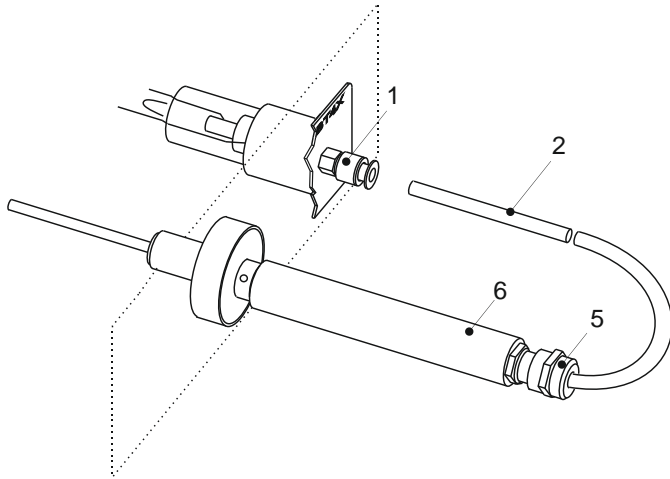
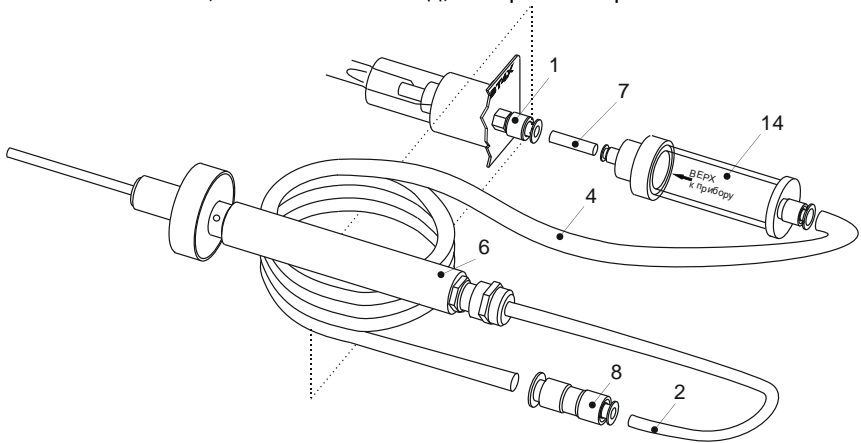

Рис. 1. Схема соединения элементов пробоотборника с газоанализатором
Рис. 2. Схема соединения удлинителя и устройства защиты детектора с газоанализатором
1.1. Отсоедините трубку фторопластовую 2 от переходника 1 (рис. 1). Соедините устройство 14 с переходником 1, используя трубку 7 (поставляется с устройством), и с удлинителем, трубку 2 соедините с переходником 8 удлинителя (рис. 2).
2.3. Для проверки чистоты устройства с помощью фторопластовой трубки 7 соедините выход устройства с входным штуцером 1 газоанализатора (см. рис. 2), а вход – с фильтром-поглотителем и включите газоанализатор. Если показания газоанализатора не превышают 5 мг/м^3 , устройство считается пригодным к использованию. Если показания газоанализатора превышают 5 мг/м^3 , следует промыть фильтр повторно и заменить мембрану.